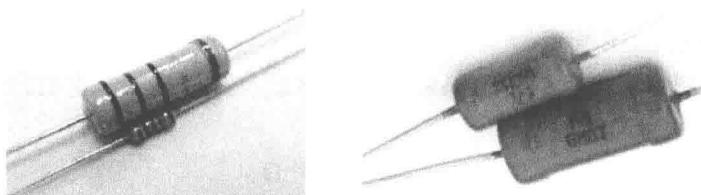

图 1-1-3 金属膜电阻器
(2) 金属膜电阻器。金属膜电阻器采用金属膜作为导电层，用高真空加热蒸发等技术，将合金材料蒸镀到陶瓷骨架上，经过切割调试阻值，从而达到最终要求的精密阻值，如图 1-1-3 所示。